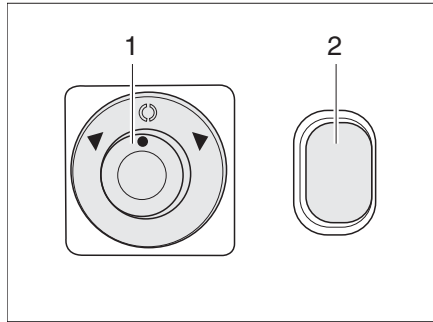

Fig. 24 Conmutadores para los retrovisores exteriores ajustables eléctricamente y la calefacción de los retrovisores
- Seleccionar el retrovisor que se desea ajustar. Para esto, girar el interruptor giratorio (Fig. 24,1) hacia la izquierda o hacia la derecha.
- Ajustar el retrovisor presionando el interruptor (Fig. 24,1) en la dirección correspondiente.
- Pulsar el interruptor (Fig. 24,2). La luz de control del interruptor se enciende de color naranja e indica el funcionamiento.